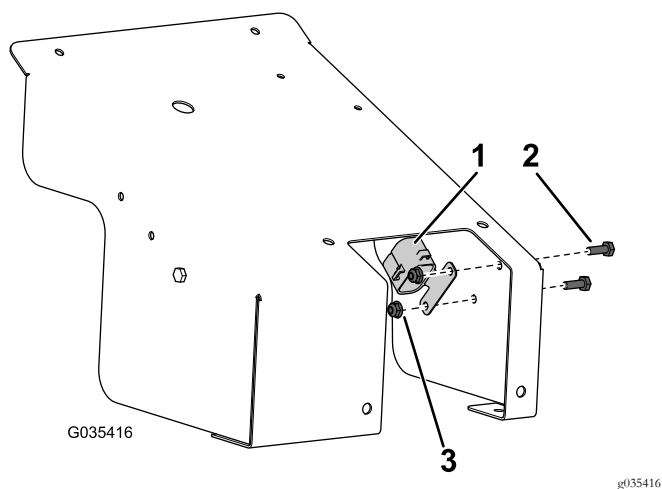

Figure 9
7. Retirez le capuchon du porte-fusible (Figure 9) du faisceau de câblage.
8. Fixez le capuchon du porte-fusible à l'intérieur du couvercle à l'aide de 2 vis ($\frac{1}{4}$ " x $\frac{3}{4}$ ") et de 2 écrous ($\frac{1}{4}$ "), comme montré à la Figure 9.